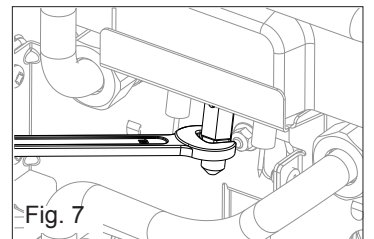

Fig. 7
- Remover o injetor piloto (fig. 7)